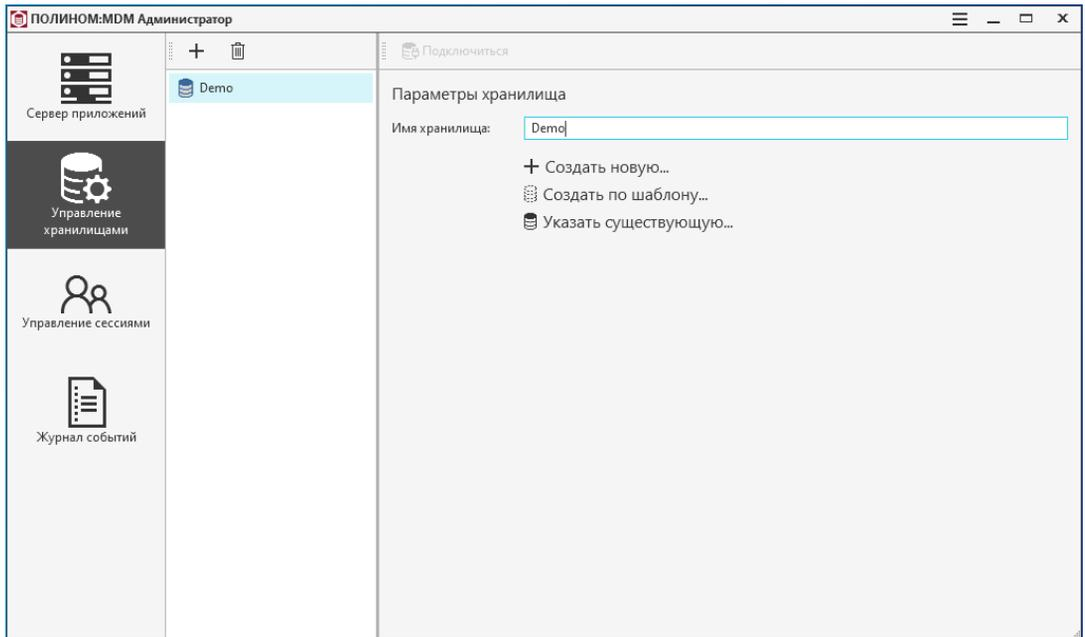

Рис. 3.19
1. Запустите приложение ПОЛИНОМ:MDM Администратор (рис. 3.19).
1. Нажмите кнопку **Создать по шаблону** (рис. 3.19).